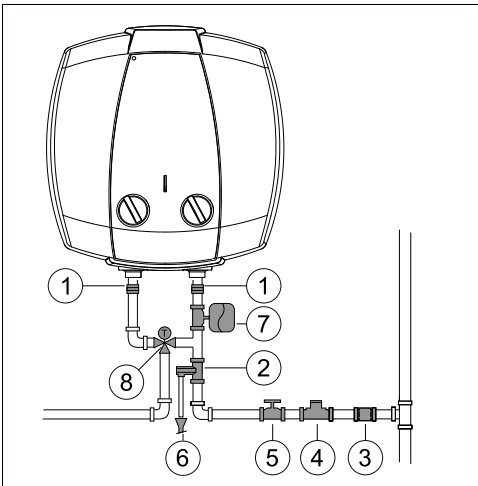

Fig. 10 Ligação de água
- ▶ Fechar a válvula de corte de água (→ Fig. 10, [4]).
- ▶ instalar uma válvula redutora (Fig. 10, [4]). A válvula de descarga vai atuar sempre que a pressão da água no aparelho for superior a 8 bar ($\pm 0,5$ bar), pelo que é necessário prever uma forma de canalizar o escoamento dessa água.
- ▶ instalar um vaso de expansão (Fig. 10, [7]) para evitar que a abertura da válvula de descarga seja tão frequente. O volume do vaso de expansão deve ser o equivalente a 5% do volume do aparelho.